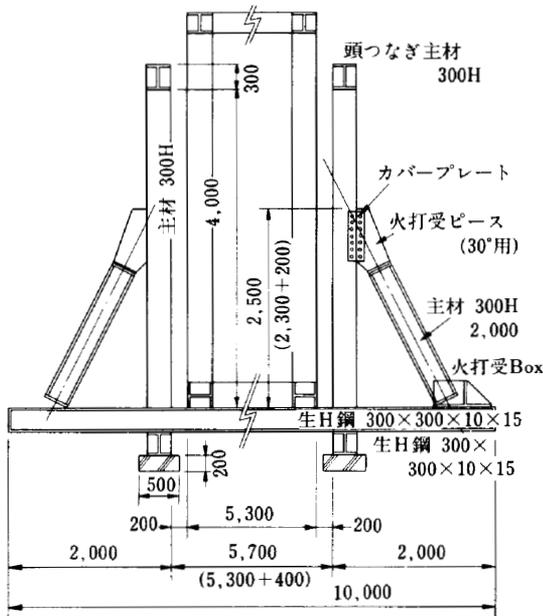

Fig.3 地組用構台
- 2) MT梁の地組：このMT梁を屋根上の取付場所で組むことは、万一の地震等を予想すると危険が大きく、安全に組立てるにはどうしても地組しかない。地組することによって、支点間の図面上の距離と組立誤差による距離の相違を確認できるなどのメリットがある。地組用構台の詳細をFig.3に示す。地組時のチェックポイントは、むくり（積載荷重時を考慮し40mmとした）、水平、建入れ、各部の直角性などでこれらをチェックリストにもりこみ、チェックした後、5ブロックに分けるジョイント部を除いて本締を行った。